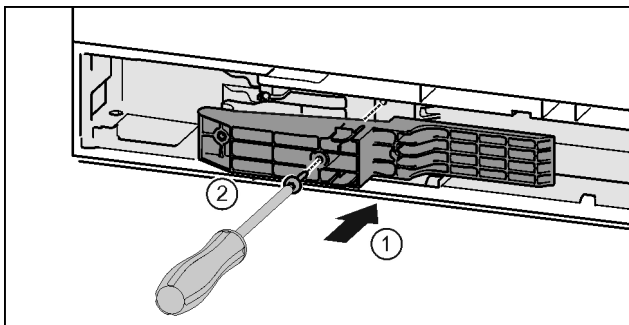

Fig. 44*
- ▶ Вставити деталь адаптера в отвір з боку ручки.* Fig. 44 (1)
- ▶ Закрутіть гвинти за допомогою викрутки T15.* Fig. 44 (2)